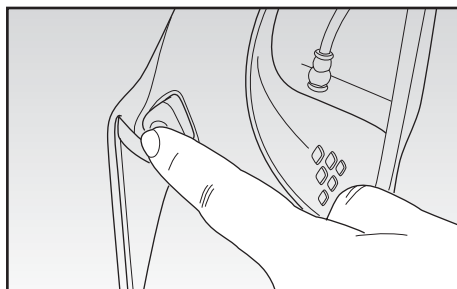

Fig. 2
- Con la parte portatile (C) correttamente assemblata nel corpo dell'apparecchio (M), premere il pulsante di accensione (B), posto sul corpo estraibile (C) ed inclinare indietro il manico nella tipica posizione di utilizzo (Fig. 2).
- Pulire le superfici ampie spingendo con la spazzola (L) in avanti.